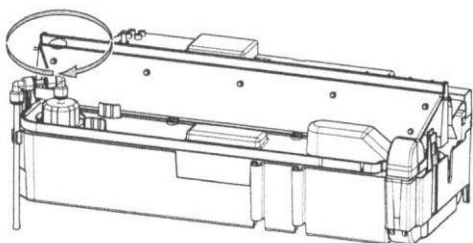

Fig 23
5. Er zijn twee oranje clips die de oranje deksel van het waterreservoir naar beneden houden; één aan de linkerkant en één aan de rechterkant van de deksel. Druk aan de linkerkant de clip met één hand in en til met de andere de deksel uit de clip. Herhaal dit voor de rechterkant (fig. 23).